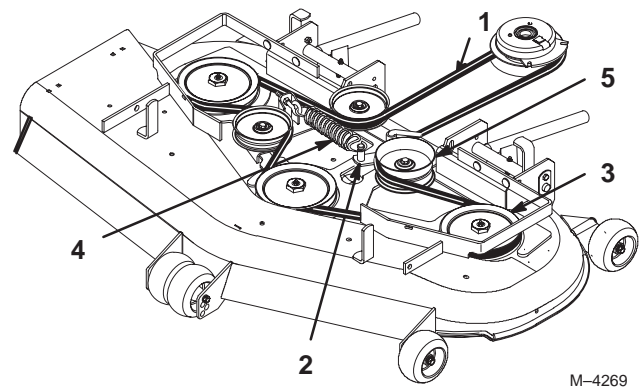

Figure 66
8. Remettez la poulie de tension en place et installez la courroie sur les autres poulies (Fig. 66).
5. Déposez la courroie. Commencez à la poulie extérieure et tournez la courroie pour la déposer (Fig. 66).